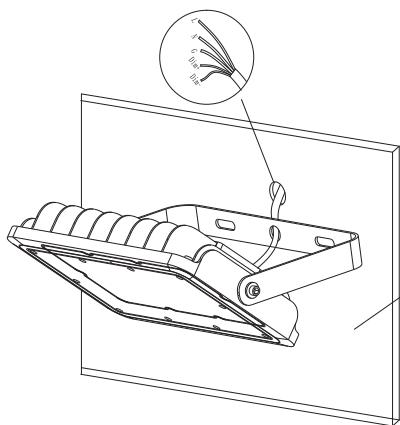

Fig 1
- 2: Fix the fixture on the wall or ground through the holes on the bracket (Fig 1 & 2)
- 2: Fije el accesorio en la pared o en el suelo a través de los orificios del soporte (Fig. 1 y 2)
- 2: Fixez le luminaire au mur ou au sol à travers les trous du support (Fig 1 & 2)